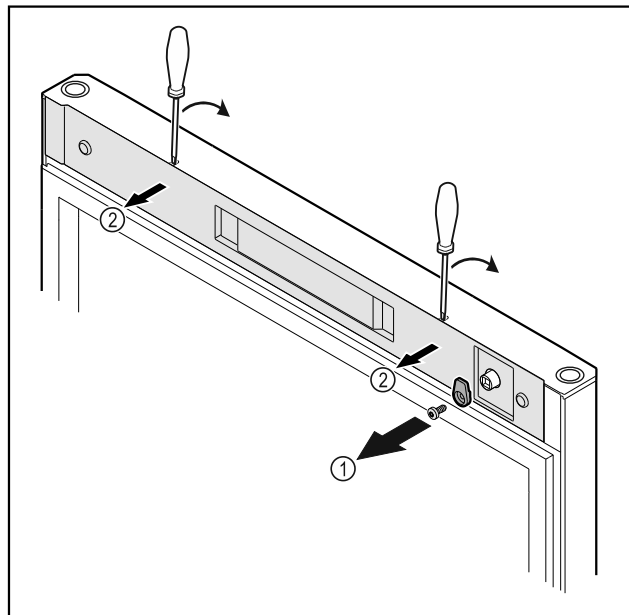

Fig. 22
- Odvrtite kuke za zatvaranje Fig. 22 (1).
- Odvojite poklopac Fig. 22 (2) malim odvijačem i skinite ga.